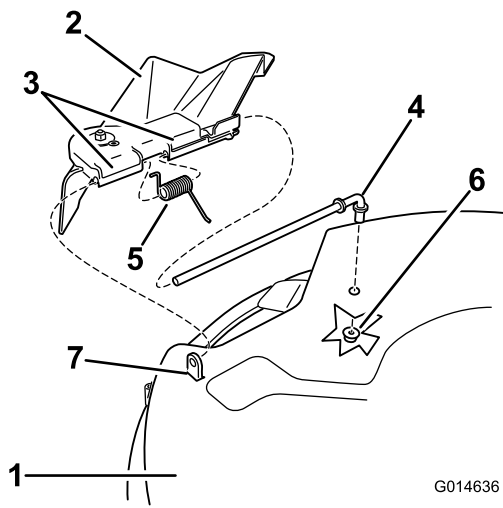

Figure 55
1. Localisez les éléments montrés à la Figure 55.
2. Retirez l'écrou (3/8 pouce) de la tige, sous le tablier de coupe (Figure 55).
3. Sortez la tige de la courte cheville de positionnement, du ressort et du déflecteur d'herbe (Figure 55).
5. Remettez en place le déflecteur d'herbe (Figure 55)
7. Placez le ressort sur la tige, les fils d'extrémité dirigés vers le bas, entre les supports du déflecteur d'herbe. Insérez la tige dans le deuxième support du déflecteur d'herbe (Figure 55).
9. Fixez l'extrémité arrière de la tige dans le tablier de coupe à l'aide d'un écrou (3/8 po), comme montré à la (Figure 55).